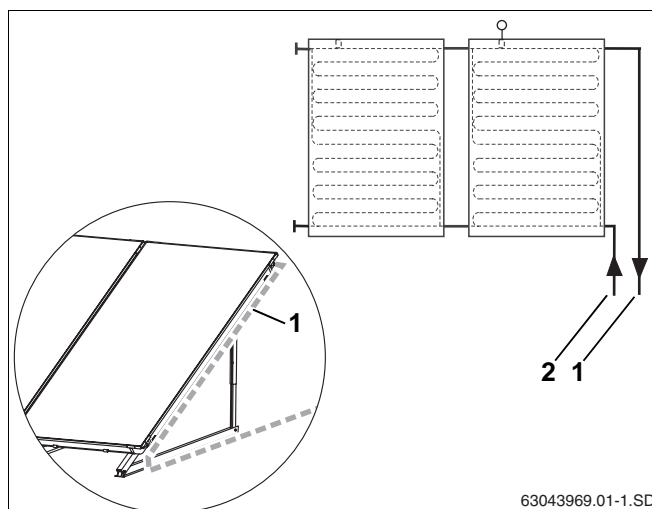

Bild 55 Leda värmebärarledningar till solpanelsgruppen
- Följ den längsgående riktningen på den interna solpanelens framledning (bild 55, **pos. 1**) och inte lodrätt nedåt.